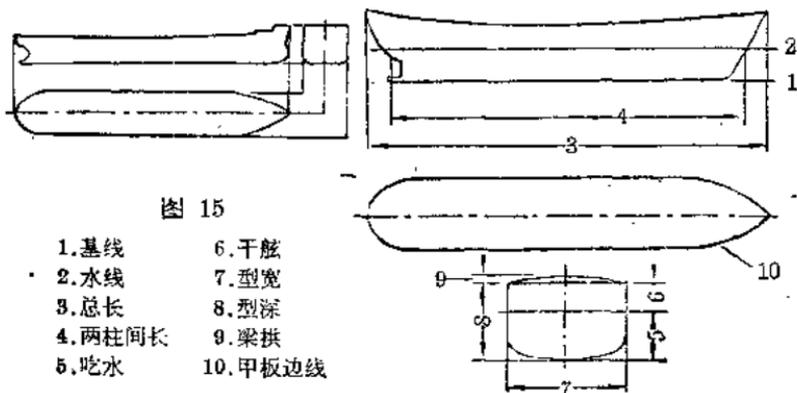
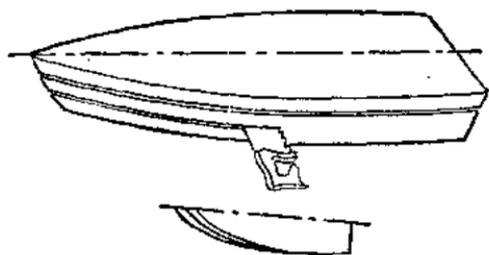

图 15
图 19
I. 船体线型图(书末插页图4、插页图5)就是表明船体形状的三视图(图15),具体由i.侧面图,ii.横剖面图(即肋骨线型图),iii.水线图即平面图构成(图19)。
iii. 平面图是由各条水线的平面图构成(图 19)。本模型只画出主甲板的平面图和满载水线图的一半(书末插页图